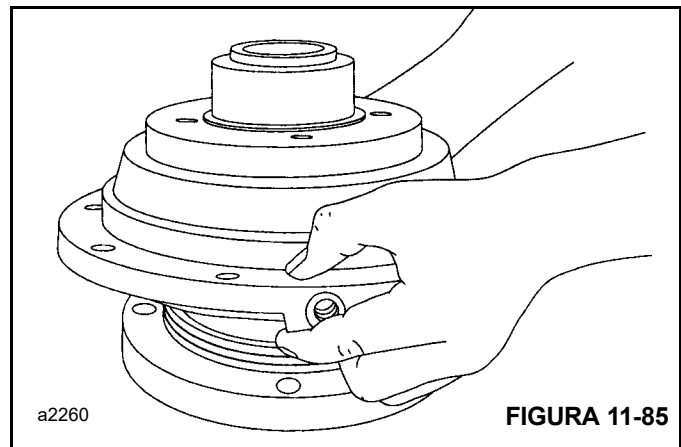

FIGURA 11-85
8. Aplique vaselina a toda la superficie de sellado del cilindro del freno y al sello del émbolo. Instale el cilindro del freno sobre el soporte del motor (Figura 11-85) cuidando de no dañar el sello del émbolo o el anillo "O" del soporte del motor. Puede ser necesario usar una prensa para evitar la desviación del cilindro del freno durante la instalación.